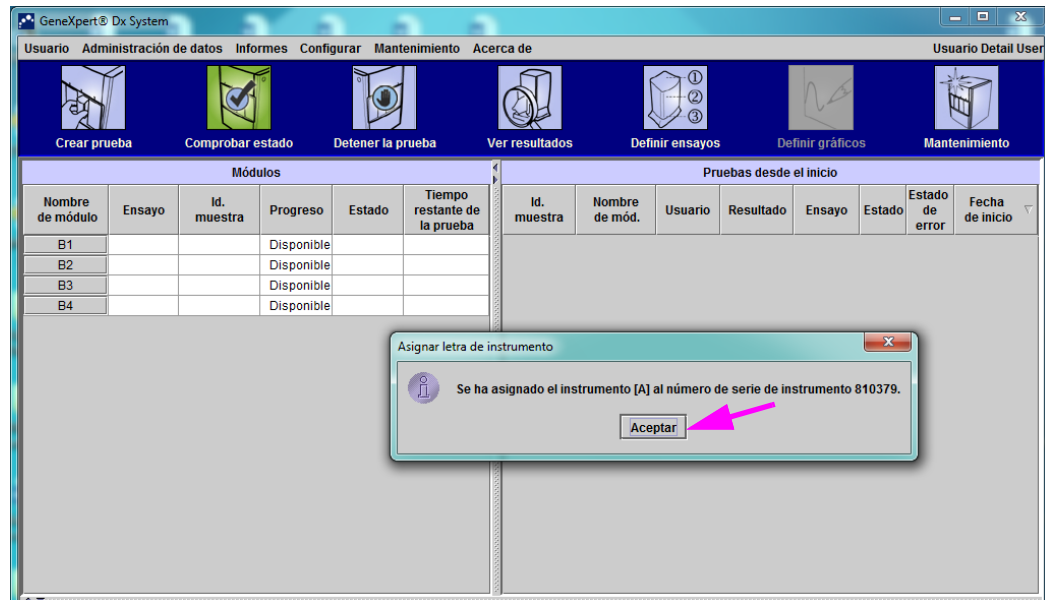

Figura 2-60. Ventana del GeneXpert Dx System con las asignaciones actualizadas
- Haga clic en **Aceptar** para cerrar el cuadro de diálogo Asignar letra de instrumento (consulte la figura 2-60). El nombre del módulo se actualiza con las nuevas letras de instrumentos.